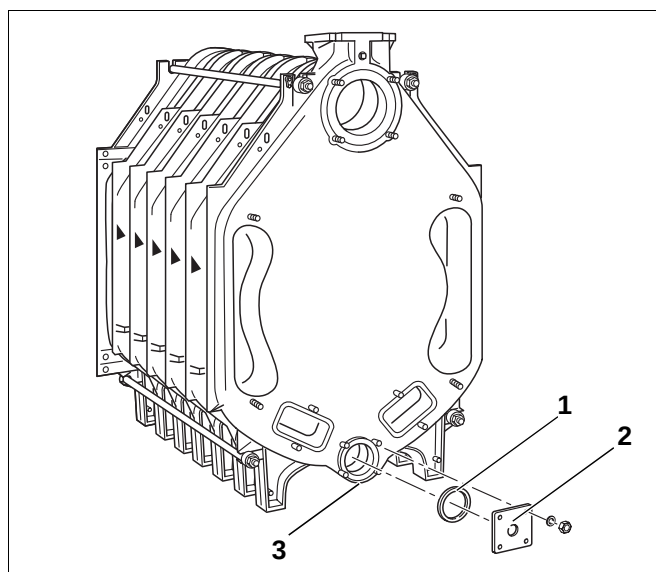

Fig. 23 Montasje – flens
- Steng det nedre kjelnavet (fig. 23, **pos. 3**) forfra og bakfra ved å legge en tilsvarende pakning (fig. 23, **pos. 1**) på kjelnavet og skru på en blindflens med en kantelengde på 110 mm. Flensen med den $\frac{3}{4}$ " gjengeboringen for påfyllingsog tappetussen (fig. 23, **pos. 2**) skal monteres på baksiden av kjelen.